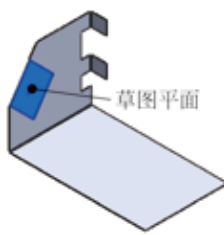
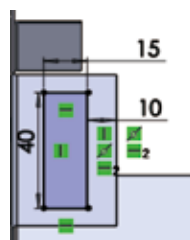

图 5.300 草图平面
图 5.301 截面草图
选择 **钣金** 功能选项卡中的 **切除/拉伸** 命令，在系统提示下选取如图 5.300 所示的模型表面作为草图平面，绘制如图 5.301 所示的截面草图。在“切除 - 拉伸”对话框 **方向 1 (D)** 区域的下拉列表中选择 **给定深度**，选中 ☒ **与厚度相等 (E)** 与 ☒ **正交切除 (N)** 复选框，单击 **✓** 按钮，完成“切除 - 拉伸 3”的创建。